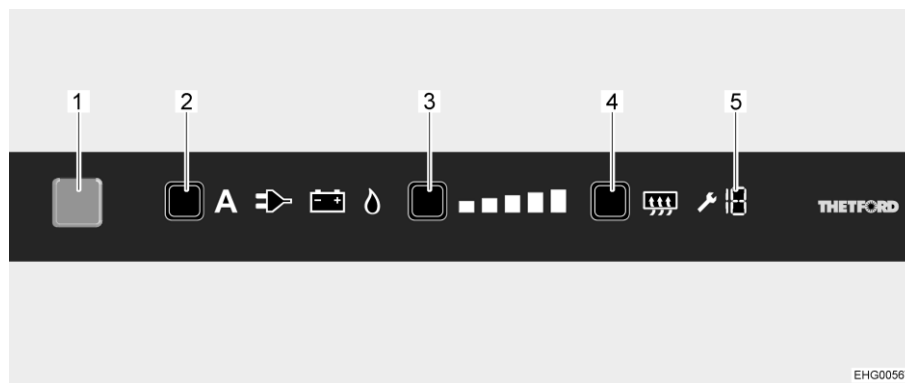

Bild 128 Reglage, knappar
När kylskåpet slås på väljs automatiskt den senast valda termostatinställningen. Denna inställning kan ändras manuellt med kylnivåknappen (Bild 128,3). De lysande staplarna på kylnivåindikatorn visar den valda termostatinställningen. Med hjälp av kylnivåknappen ställs kyltemperaturen in för alla tre energisätt. Det tar alltid några timmar innan man har en normal drifttemperatur i kylskåpet. Om en omkoppling sker till ett andra driftläge förändras termostatinställningen inte. Kyltemperaturen bibehålls oberoende av den valda energikällan.
- Tryck på På/Av-knappen (Bild 128,1) i en sekund. Knappen tänds blå. Efter ca 10 sekunder dimmas indikeringen automatiskt för att spara ström.
- Tryck på energivalknappen (Bild 128,2) flera gånger tills önskad energikälla har valts.
- Tryck på kylnivåknappen (Bild 128,3) flera gånger tills önskad kylnivå har valts. Den aktuella kylnivån indikeras av lysande staplar.
- Tryck på På/Av-knappen (Bild 128,1) i cirka 2 sekunder. Alla lampor slocknar. Kylskåpet är avstängt.